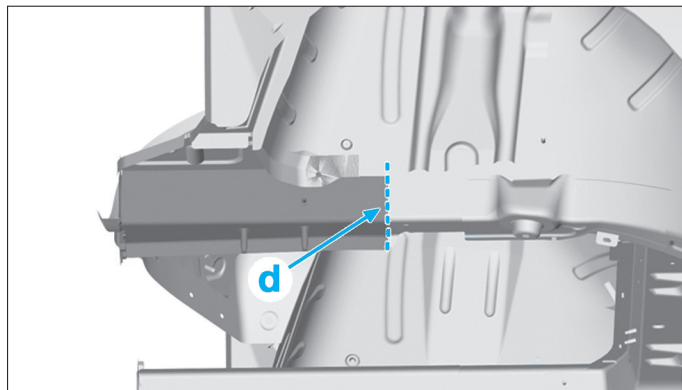

FIG. 219
- Effectuer un cordon (d) (Fig.219).